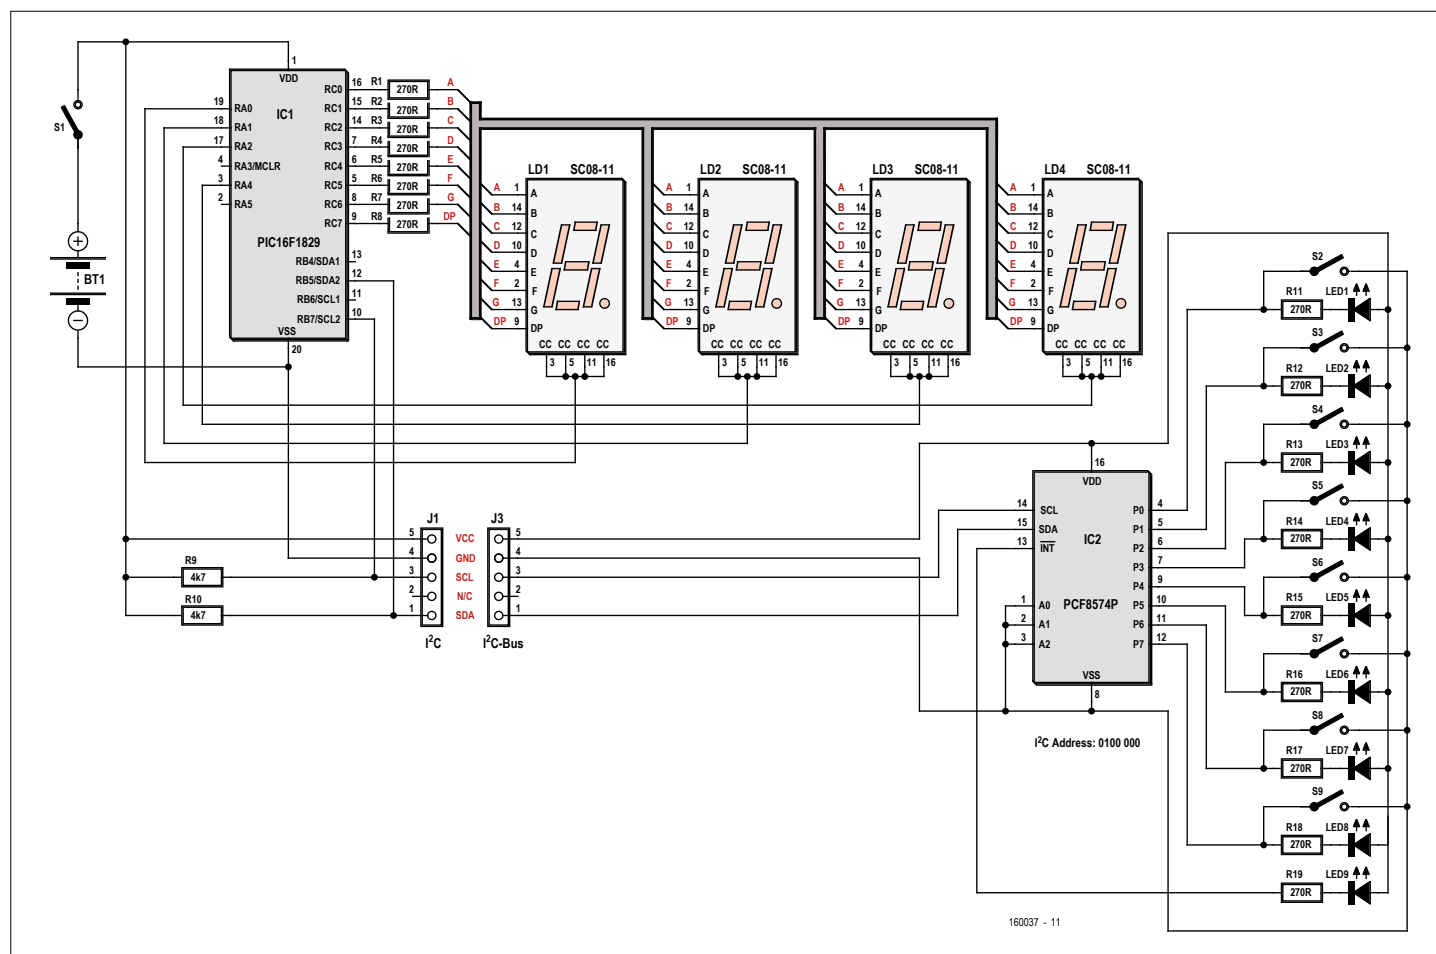
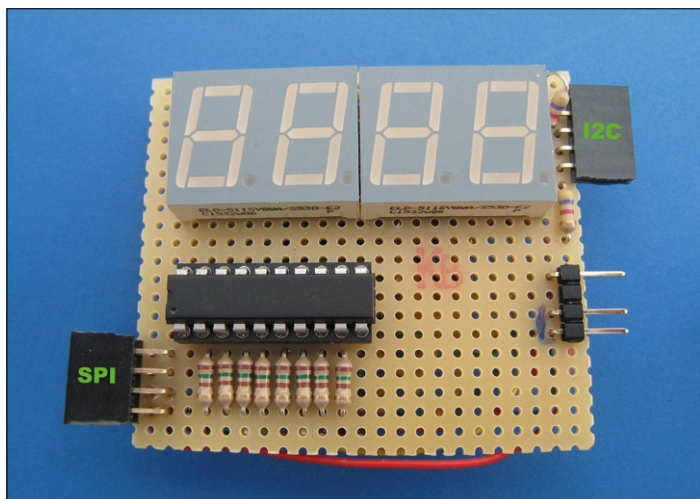
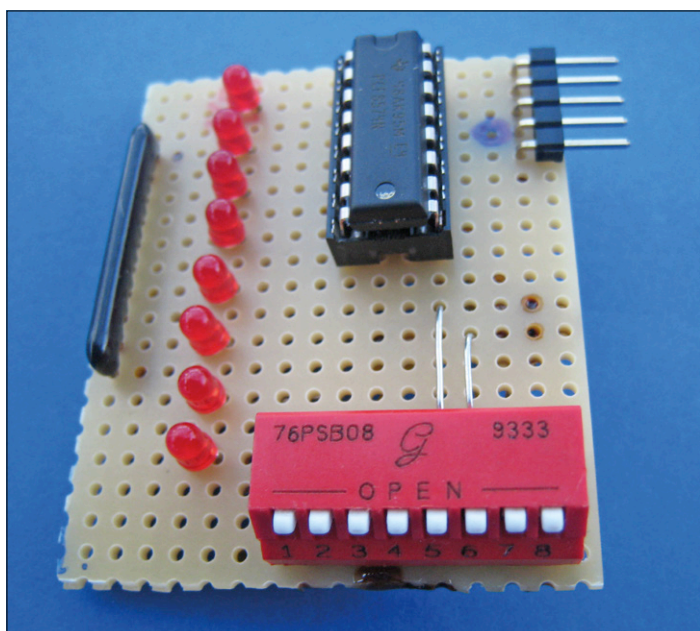

Figure 1. L'afficheur à LED doté d'un extenseur de port avec huit LED.
Figure 2. Si l'on dote l'afficheur à LED d'une interface I2C ou SPI, le schéma qui résulte pourrait ressembler à ceci.
Figure 3. Prototype de l'expasseur de port avec huit LED en tant que module distinct sur un morceau de platine à trous.
On commence par attaquer les huit LED avant de lire ensuite le niveau d'entrée sur les huit broches. La **figure 1** montre le schéma pour nos premières expériences avec I2C. Sur la
**figure 2**, on voit à quoi ressemble l'afficheur du premier article de ce cours doté cette fois de ports I2C et SPI après son montage sur un morceau de platine à trous. On trouve en bas à droite de la figure 1, l'extension de port avec huit LED autour d'IC2. Si on la réalise sur un morceau de platine à trous distinct pour en faire un module autonome, on devrait avoir quelque chose ressemblant à la **figure 3**.
Les étages de sortie du PCF8574N sont connectés dans une configuration à drain ouvert. Cela permet, « sans risque de destruction », de connecter aux sorties, en plus des LED, des boutons vers la masse. En cas d'action sur un bouton, la LED correspondante s'allume indépendamment de l'état du CI. Pour nous simplifier la vie, nous avons, dans la figure 3, remplacé les boutons par un octuple interrupteur DIP.
Le schéma de la figure 1 s'est vu en outre doté des deux résistances de polarisation haute, R9 et R10, sachant qu'un bus I2C est un système à collecteur ouvert ou à drain ouvert sans sorties *push-pull* – et par conséquent une communication sans résistances de polarisation haute est impossible.